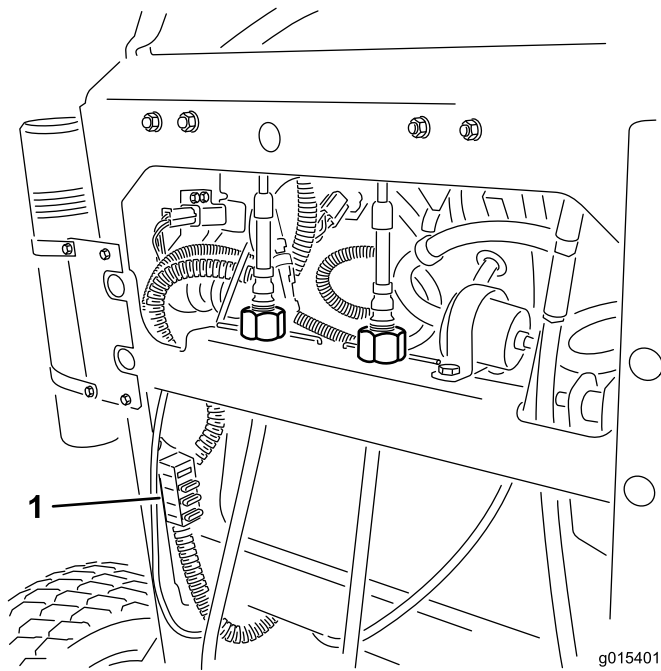

Figura 53
- Estraete il fusibile per toglierlo o sostituirlo (Figura 53).
Nota: Verificate che sia installato il fusibile della misura giusta con il colore del filo giusto come mostrato nella Figura 53.